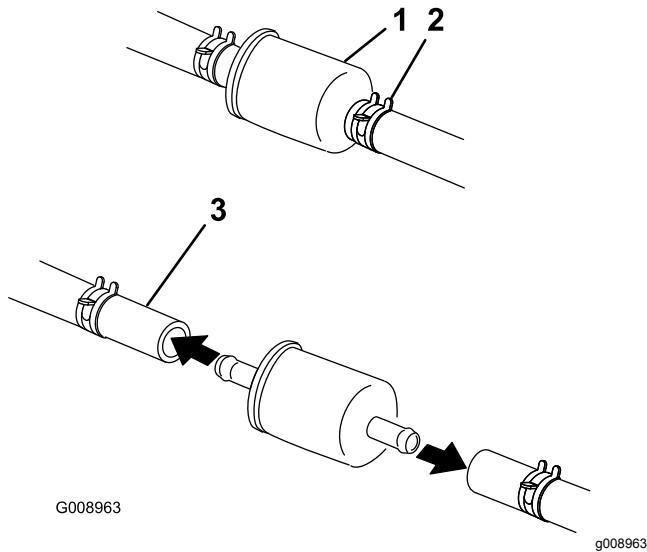

Figura 53
4. Cierre la válvula de cierre de combustible, situada debajo del asiento (Figura 53).
5. Apriete los extremos de las abrazaderas y deslícelas por la manguera alejándolas del filtro (Figura 53).
7. Instale un filtro nuevo y acerque las abrazaderas al filtro (Figura 53).